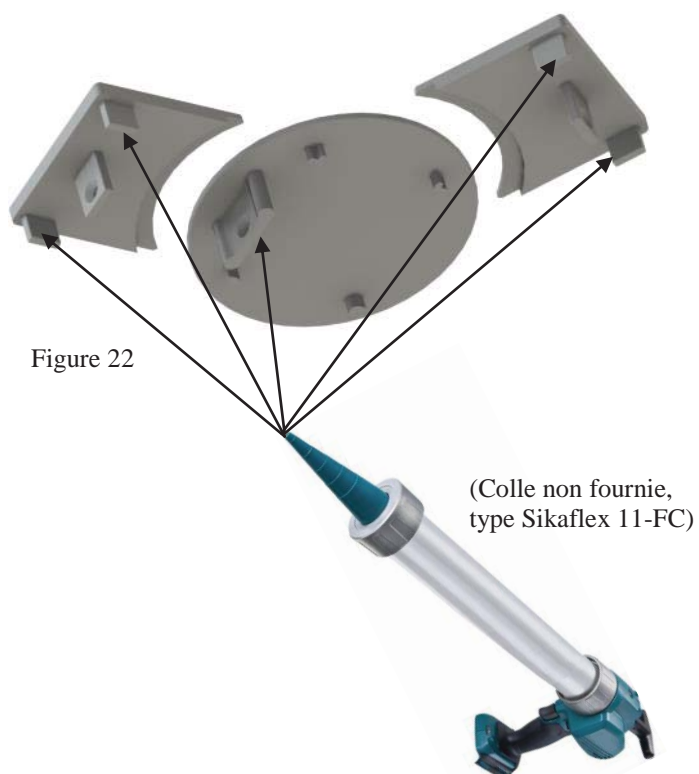

Figure 22
- Appliquer de la colle à l'intérieur des pattes des bouchons (figure 22).